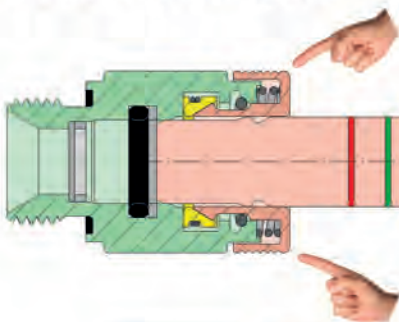

Fig. 3
5. Il disinnesto non può avvenire in modo casuale in quanto è la stessa pressione ad impedire tale eventualità. Il disinnesto del connettore maschio può avvenire esclusivamente premendo volutamente la ghiera di sblocco (Fig. 3).